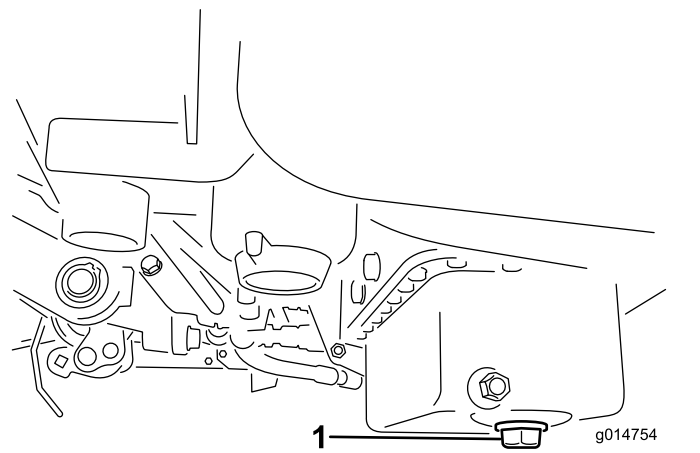

Bild 36
1. Entfernen Sie die Ablassschraube und lassen das Öl in eine Auffangwanne ab. Schrauben Sie die Ablassschraube wieder ein, nachdem das Öl abgelassen ist (Bild 36).